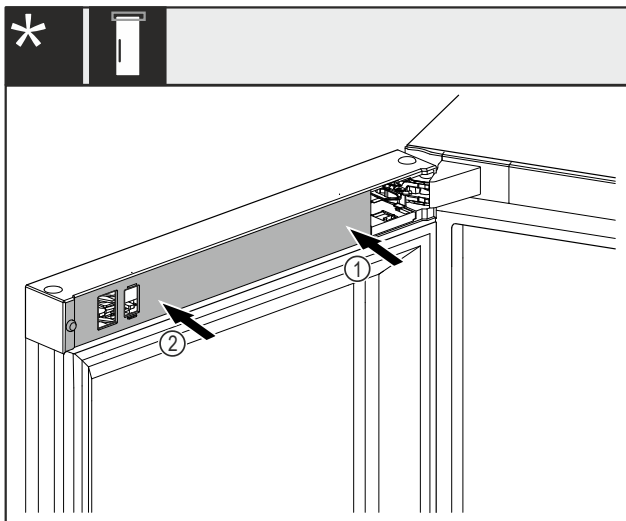

Fig. 48 *
- ▶ Coloque primero la cubierta Fig. 48 (1) en el lado del soporte del cojinete y encájela.*
- ▶ Coloque la cubierta Fig. 48 (2) en el lado exterior y encájela.*